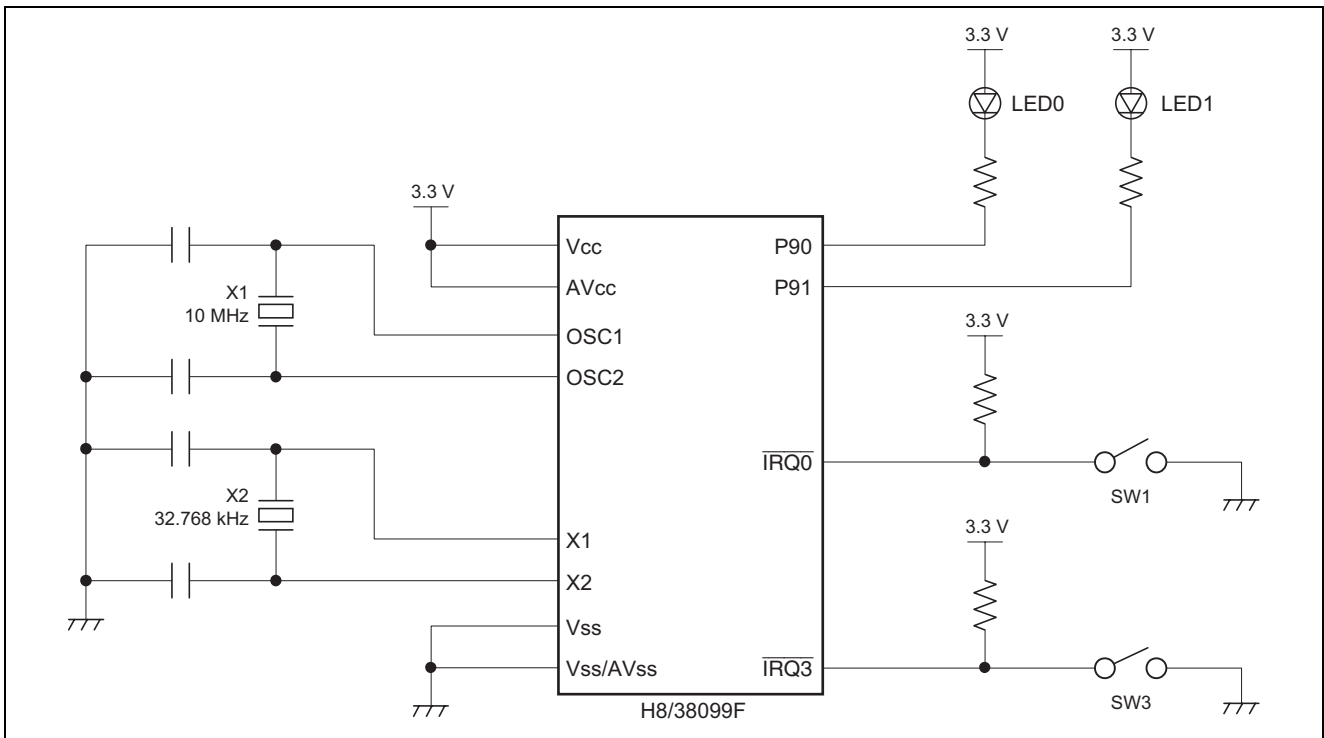

図 1 ハードウェアブロック図 (Renesas Starter Kit for H8/38099)
- (1) H8/38099 グループの RAM エミュレーション機能を使用します。
- (2) RAM エミュレーション時に動作するユーザプログラムを内蔵 RAM エリアに転送します。
- (3) RAM オーバラップエリアに、RAM エミュレーション時に使用する割り込み (RTC 秒周期割り込み) ベクタを設定します。
- (4) ユーザプログラムの RAM への転送終了後に H8/38099 グループ内蔵の RTC を使用して、P90 出力端子に接続された LED (LED0) を 0.5 s ごとに点灯/消灯します。
- (5) $\overline{\text{IRQ0}}$ 入力端子に接続されたスイッチ (SW1) を押下することにより、RAM に転送したユーザプログラムにジャンプし、フラッシュメモリをモジュールスタンバイモードに設定します。
- (6) RAM 上で動作するユーザプログラムは、H8/38099 グループ内蔵の RTC を使用して、P91 出力端子に接続された LED (LED1) を 1 s ごとに点灯/消灯します。
- (7) $\overline{\text{IRQ3}}$ 入力端子に接続されたスイッチ (SW3) を押下することにより、フラッシュメモリのモジュールスタンバイモードを解除します。その後、フラッシュメモリ上のプログラムに復帰し、P90 出力端子の LED (LED0) を 0.5 s ごとに点灯/消灯動作を行います。
- (8) 本プログラムの動作は H8/38099 グループの RSK (Renesas Starter Kit) を使用しています。図 1 に本プログラムで使用するハードウェアのブロック図を示します。